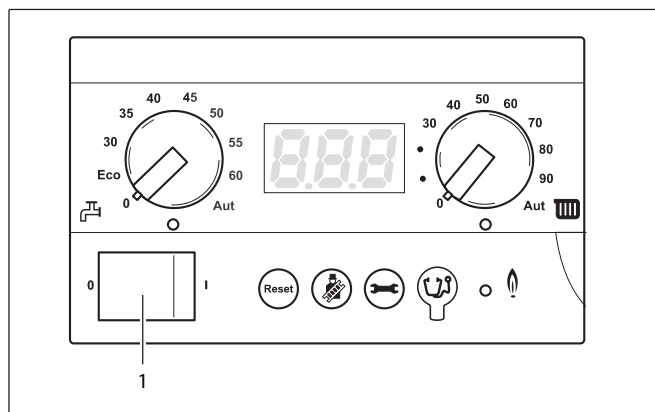

Fig. 22 Regolatore di base BC10
- Spegnere l'impianto di riscaldamento con l'interruttore generale sul BC10 (fig. 22, **pos. 1**).
- Spegnerne l'impianto di riscaldamento con l'interruttore generale del BC10 (fig. 22).
- Lasciare l'interruttore generale del BC10 (fig. 22) in posizione "1".